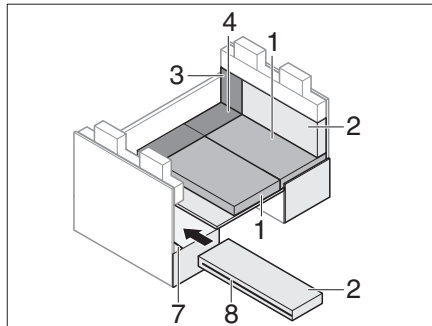

Fig. 197 Pendant la transformation
- Ouvrir la fermeture éclair (Fig. 197,8) du coussin de dossier.
- Glisser la fente du coussin de dossier sur la traverse ISOFIX (Fig. 197,7).